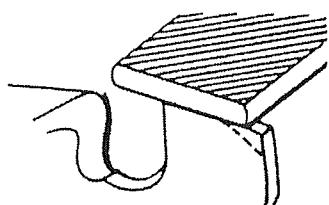

Fig. 4-4
- 4) Round off front corner to maintain original shape of depth gauge after using depth gauge tool. Always follow the recommended depth gauge setting found in the maintenance or operator manual for your saw. (Fig. 4-4)
Respectez toujours les valeurs recommandées pour le limiteur de profondeur et indiquées dans le manuel d'entretien ou d'utilisation de votre tronçonneuse (Fig. 4-4).
- 4) Arrotondare l'angolo anteriore per conservare la forma originale del calibro di profondità dopo aver usato l'utensile. Seguire sempre l'impostazione per il calibro di profondità consigliata indicata nel manuale di manutenzione o nel manuale per l'operatore della motosega. (Fig. 4-4)
- 4) Nach Entfernen des Tiefenlehrenwerkzeugs die Stirnflächen der Tiefenlehren zur ursprünglichen Form abrunden. Dabei die Empfehlungen für den Tiefenlehrenabstand in der Wartungs- bzw. Betriebsanleitung der Säge befolgen. (Fig. 4-4)
- 4) Redondear la esquina frontal para mantener la forma original del calibre de profundidad después de usar la herramienta del calibre de profundidad. Respetar siempre el ajuste recomendado del calibre de profundidad, según el manual de mantenimiento o manual del operador de la sierra. (Fig. 4-4)
- 4) Runda av det främre höret för att bibehålla underställningsklackens ursprungliga form när underställningsmallen har använts. Följ alltid den rekommenderade inställningen för underställningsklackens höjd som finns i underhållshandboken eller bruksanvisningen för din motorsåg. (Fig. 4-4)